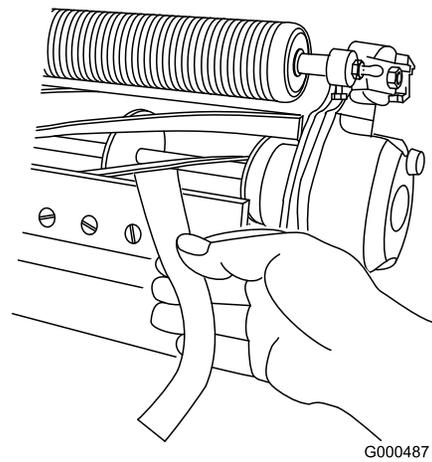

Figura 17
3. Teste o desempenho de corte inserindo uma fita comprida de desempenho de corte (Número de peça Toro 125-5610) entre o cilindro e a lâmina de corte, perpendicular à lâmina de corte (Figura 17).